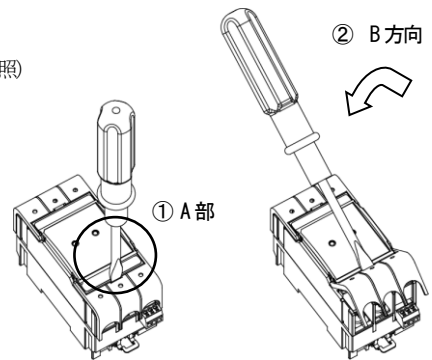

図5
- (1) 透明の端子カバーは感電防止の為、以下の手順で取り外して下さい。(図5及び実物参照)